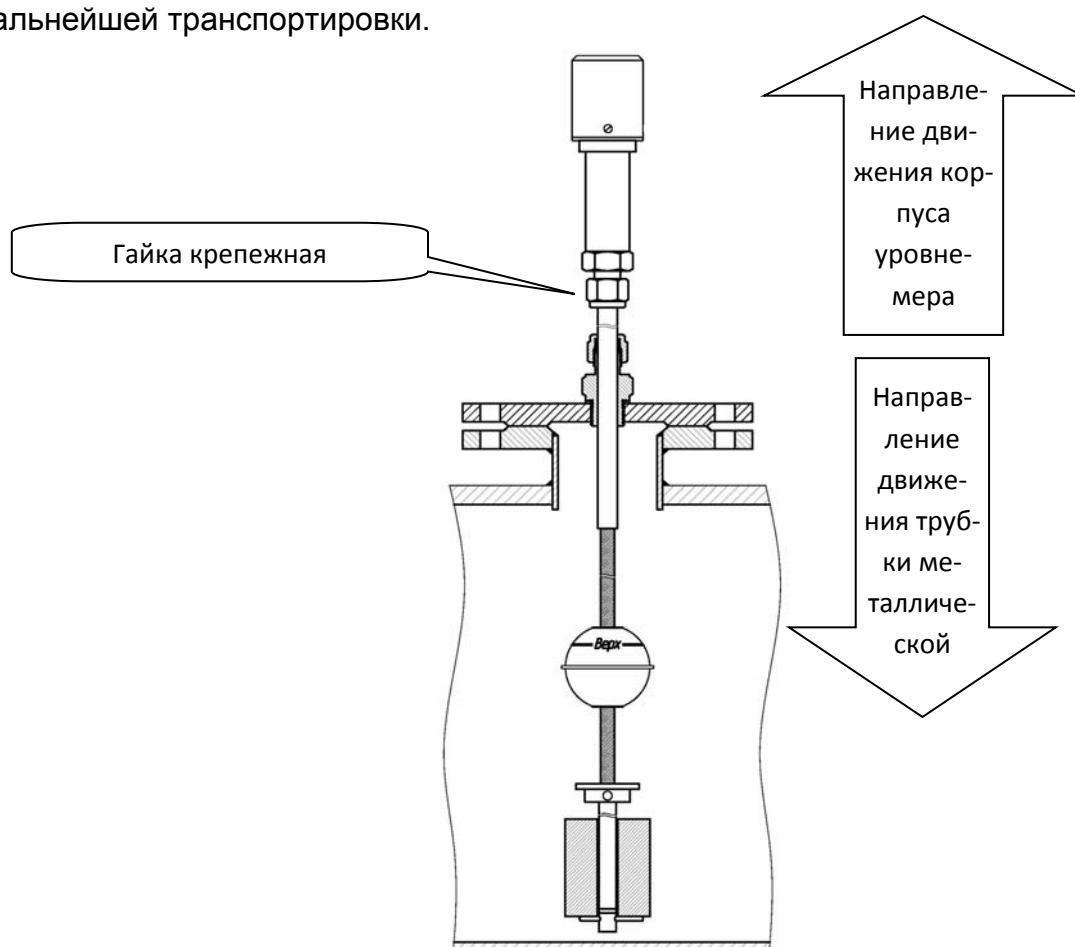

Рисунок 33 - Снятие металлической трубки
- 1) отвинтите крепежную гайку на корпусе уровнемера (рис. 33);